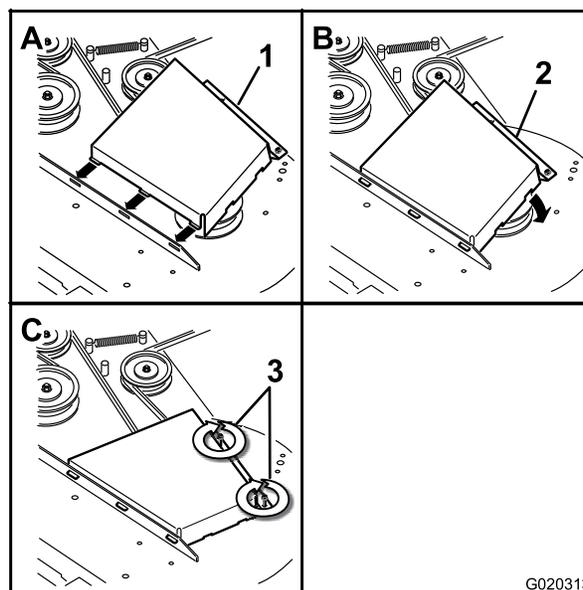

Figura 70
4. Instale las cubiertas de la correa (Figura 70).